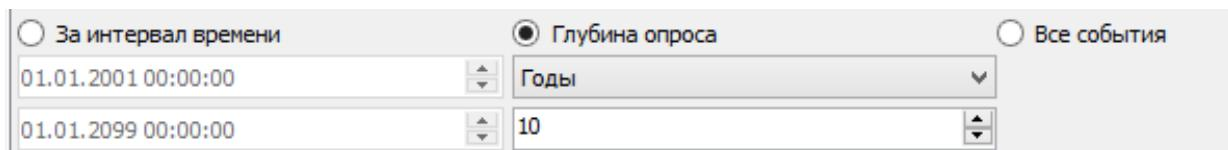

Рисунок 174 – Выбор интервала времени для чтения журналов
6.18.3 Данные «Журналов событий» доступны в ТПО AdminTools (рисунок 174).
- все события (см. рисунок 174).